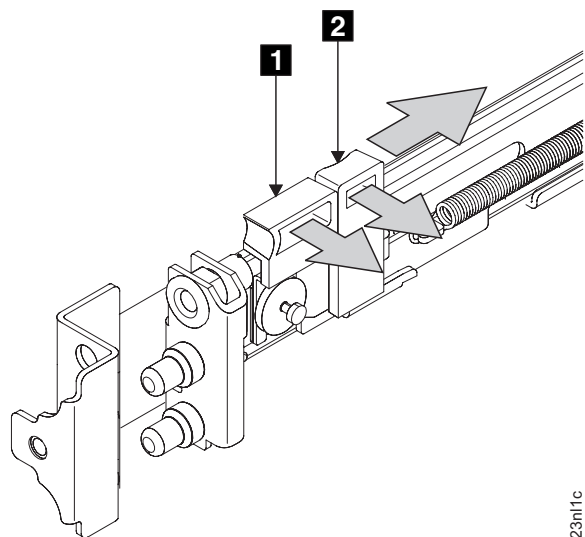

図 126. 前部ラッチ・ロック・キャリア・アセンブリーを開く
3. ラッチ・レバー **1** をレール (533 ページの図 126) の終端の方向に移動しながら、ラッチ・ロック **2** をレールから離れる方向に静かに押します。ラッチ・ロック・キャリア・アセンブリーが、ばねの強度でスライドします。